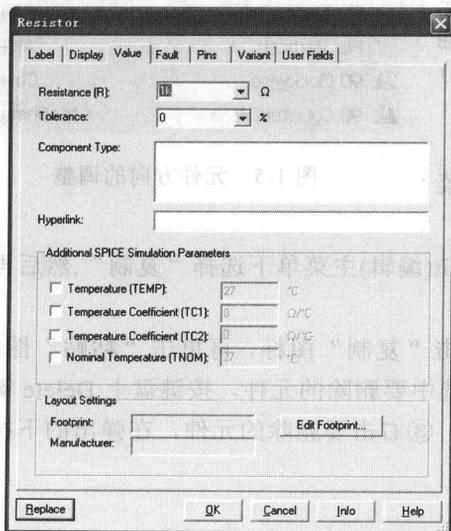
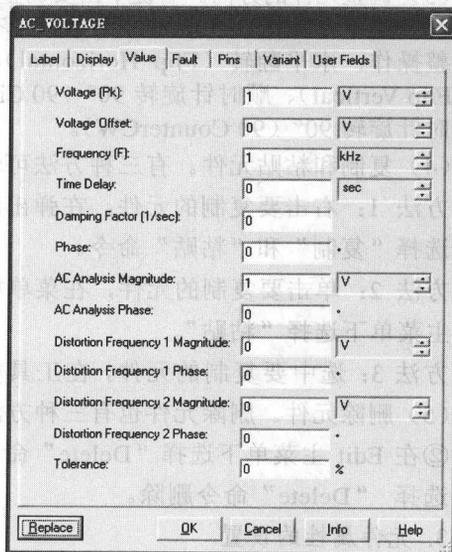

图 1-8 电阻的 Value 选项卡
图 1-9 交流电压源的 Value 选项卡
(3) Value 选项卡。用于设置元件的参数。如电阻，可以设定其阻值和单位，还可以设定电阻的误差值等，如图 1-8 所示；如交流电压源，除设定其有效值、单位外，还可设定频率和相位等，如图 1-9 所示。